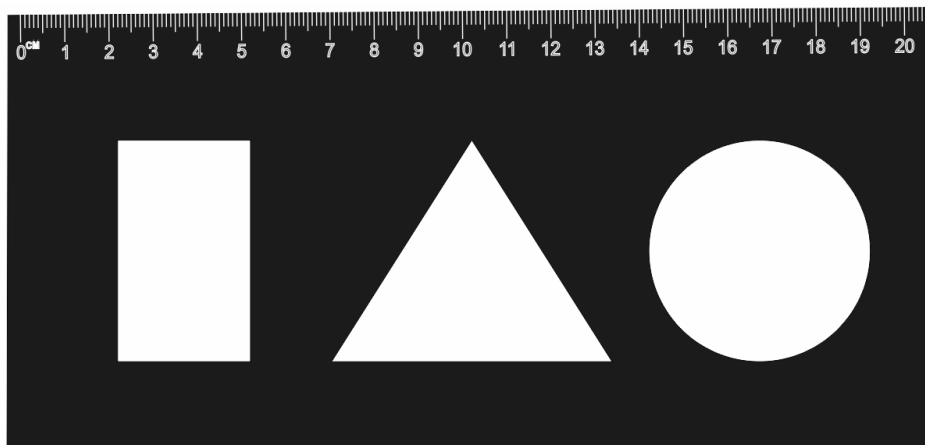

Рис. 1. Наглядное изображение макета изделия
По наглядному изображению (см. рис. 1) сконструировать и изготовить изделие
1) В соответствии с наглядным изображением (см. рис. 1) разработать макет «Линейки-трафарета» в одном из графических редакторов или двухмерных система автоматизированного проектирования и черчения: